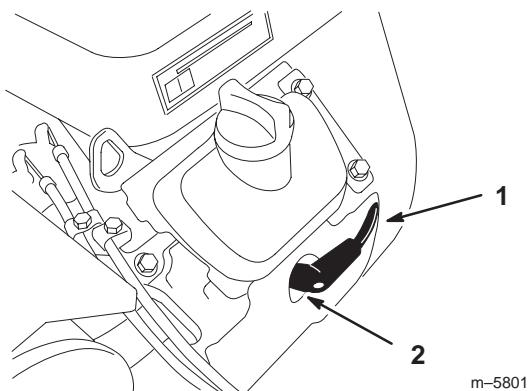

Figure 41
2. Débranchez le(s) fil(s) de(s) bougie(s) (Fig. 41). Nettoyez la surface autour des bougies pour éviter que des impuretés n'endommagent le moteur en tombant à l'intérieur.
3. Connectez les fils aux bougies (Fig. 41).